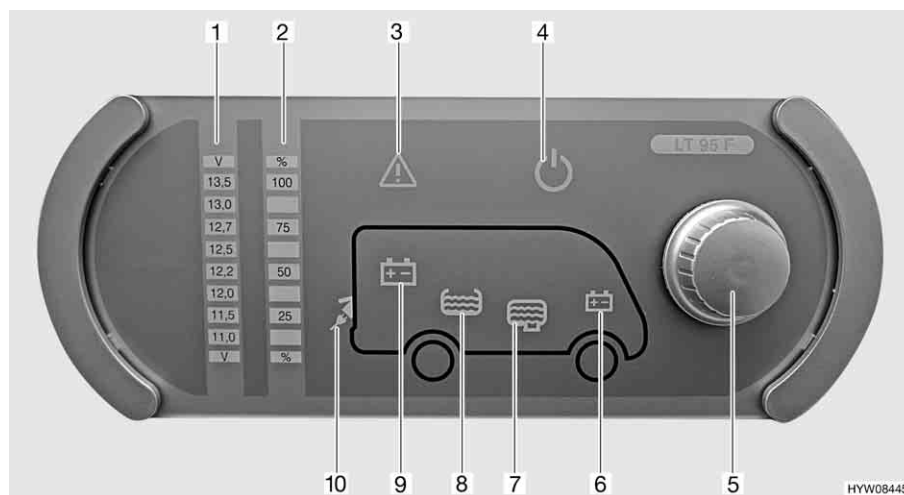

Fig. 42 Pannello di controllo (LT 95)
Il pulsante a rotazione (Fig. 42,5) inserisce o disinserisce il pannello di controllo e l'alimentazione a 12 V dell'abitacolo.
Accensione: ■ Premere il pulsante a rotazione (Fig. 42,5): L'alimentazione a 12 V dell'abitacolo è inserita. La spia di controllo a 12 V (Fig. 42,4) diventa verde.
Spegnimento: ■ Premere il pulsante a rotazione (Fig. 42,5): L'alimentazione a 12 V dell'abitacolo è disinserita. La spia di controllo a 12 V (Fig. 42,4) si spegne.
Mediante il pulsante a rotazione (Fig. 42,5) si possono interrogare sia la tensione della batteria dell'abitacolo che la tensione della batteria di avviamento. La tensione viene visualizzata sulla scala indicatore per la tensione della batteria (Fig. 42,1).
- Ruotare il pulsante a rotazione (Fig. 42,5), finché si accende il simbolo della batteria della quale deve essere interrogata la tensione.
Viene indicata la tensione della batteria dell'abitacolo (Fig. 42,9)
Viene indicata la tensione della batteria di avviamento (Fig. 42,6)
- Leggere la tensione sulla scala indicatore della tensione della batteria (Fig. 42,1).
Mediante il pulsante a rotazione (Fig. 42,5) si possono interrogare sia il livello del serbatoio dell'acqua che il livello del serbatoio delle acque grigie. Il livello viene visualizzato sulla scala indicatore livello dei serbatoi (Fig. 42,2).
- Ruotare il pulsante a rotazione (Fig. 42,5), finché si accende il simbolo del serbatoio del quale deve essere interrogato il livello.
Viene indicato il livello del serbatoio dell'acqua (Fig. 42,8)
Viene indicato il livello del serbatoio delle acque grigie (Fig. 42,7)
- Leggere il livello sulla scala indicatore del livello serbatoio (Fig. 42,2).
La spia luminosa Alarm (Fig. 42,3) lampeggia non appena i valori limite fissati vengono superati per eccesso o per difetto.
La spia luminosa Alarm (Fig. 42,3) lampeggia non appena la tensione della batteria scende al di sotto di 11 V. Se l'alimentazione a 12 V è accesa, si accende anche il relativo simbolo della batteria (Fig. 42,6 o 9), e l'indicatore "11,0" sulla scala indicatore della tensione della batteria (Fig. 42,1) lampeggia. Rischio di uno scaricamento totale della batteria.
La spia luminosa Alarm (Fig. 42,3) lampeggia ed il relativo simbolo del serbatoio (Fig. 42,7 o 8) si accende non appena il serbatoio dell'acqua è vuoto o il serbatoio delle acque grigie è pieno.
La spia di controllo a 230 V (Fig. 42,10) si accende quando all'ingresso della centralina elettrica è presente una tensione di rete.